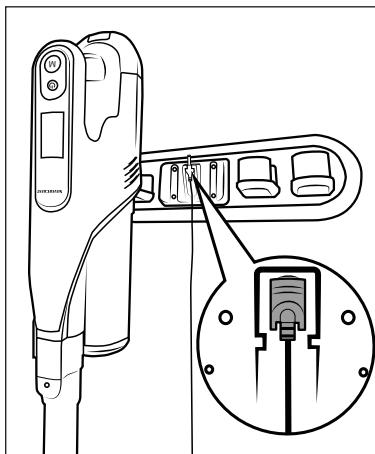

Fig. 6
- ◆ Coloque la aspiradora en el soporte mural 18 desde arriba de forma que el conector coaxial 11 se introduzca en la conexión de carga 3 de la parte inferior del aparato. Tras esto, el indicador de la batería 28 comienza a parpadear y se inicia el proceso de carga (consulte la fig. 6 y la 7).